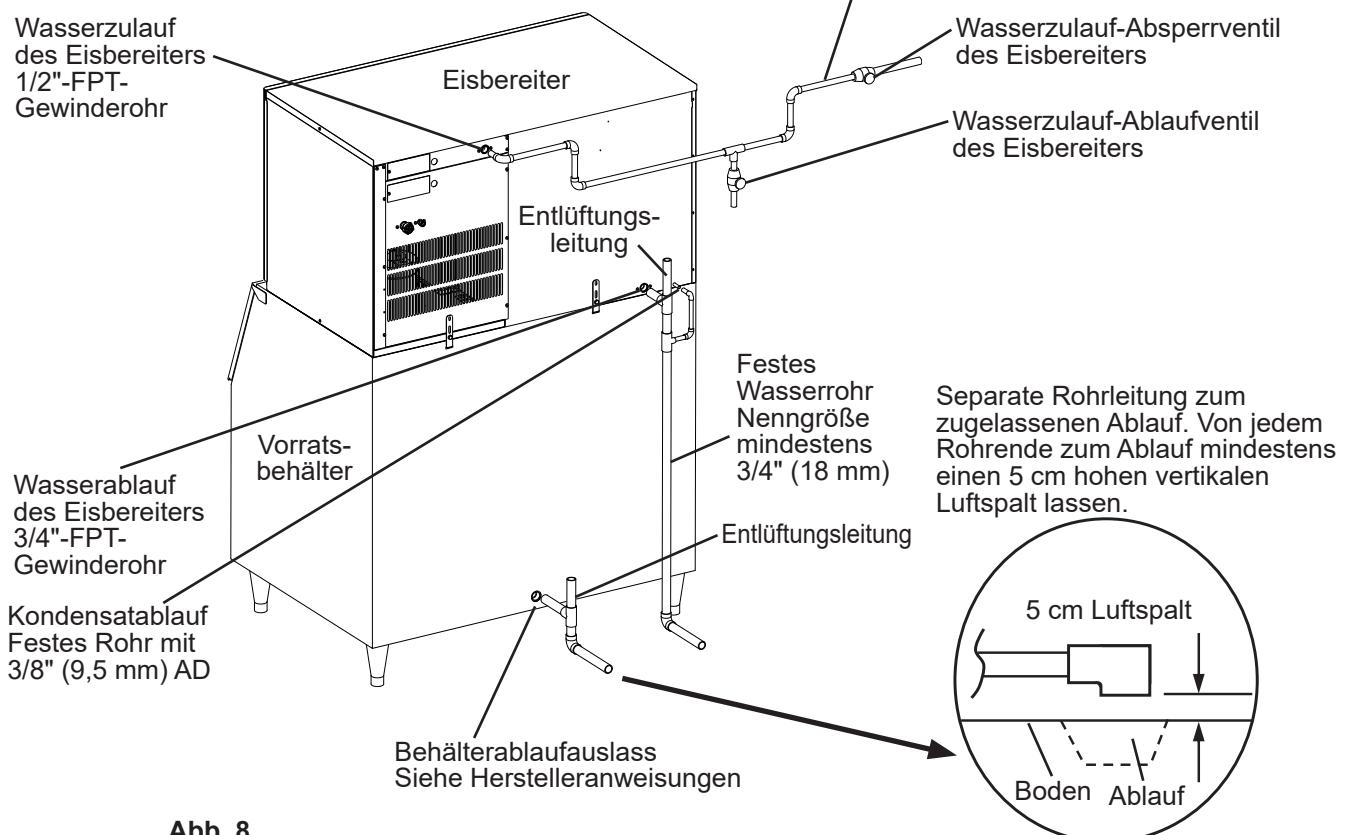

Abb. 8
G. Wasserzufuhr- und Wasserablauf-anschlüsse Siehe Abb. 8.